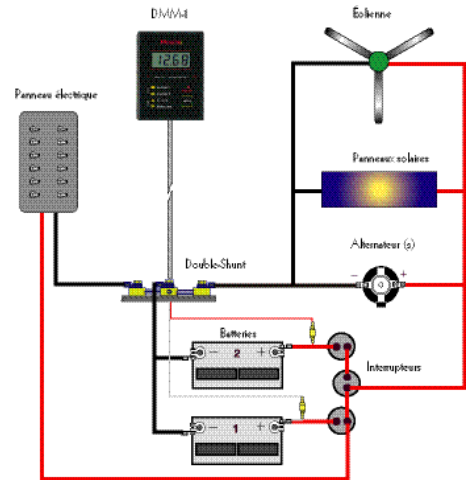

Figure 1: Installation Typique dans un bateau
La Figure 1 représente une installation recommandée dans un bateau. Généralement, une batterie (1) est utilisée pour le réfrigérateur, l'éclairage, etc. et une batterie (2) est utilisée pour le moteur. Certains bateaux possèdent deux batteries de démarrage, tandis que deux autres batteries ou groupes de batteries sont destinées à l'utilisation courante (Figure 2). Pour leur part, les véhicules récréatifs utilisent parfois une batterie pour le moteur, une batterie pour la génératrice et deux batteries pour l'utilisation courante. Lorsque nous retrouvons ces configurations du système électrique, nous recommandons que le système DMM-1 soit relié aux deux batteries ou aux groupes de batteries consacrés à l'utilisation courante puisque celles-ci sont plus sollicitées, ce qui les rend plus sujettes à une décharge profonde.